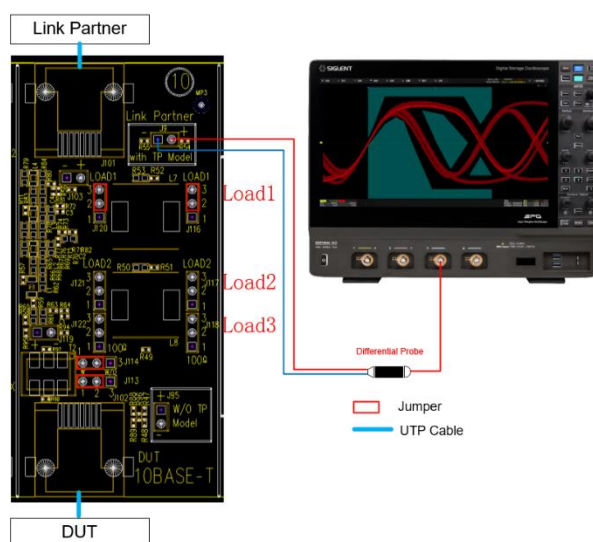
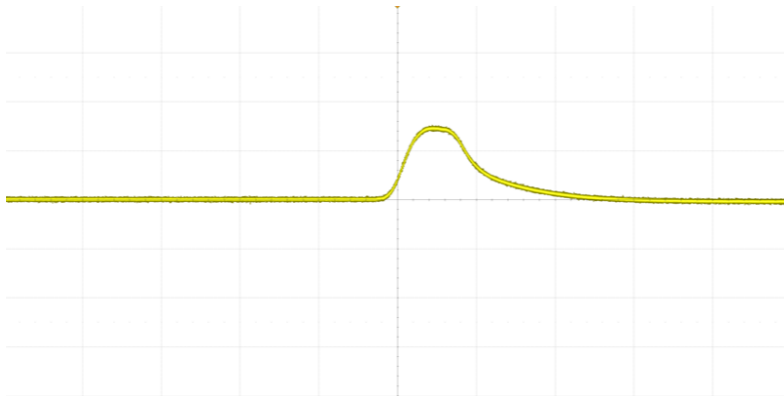
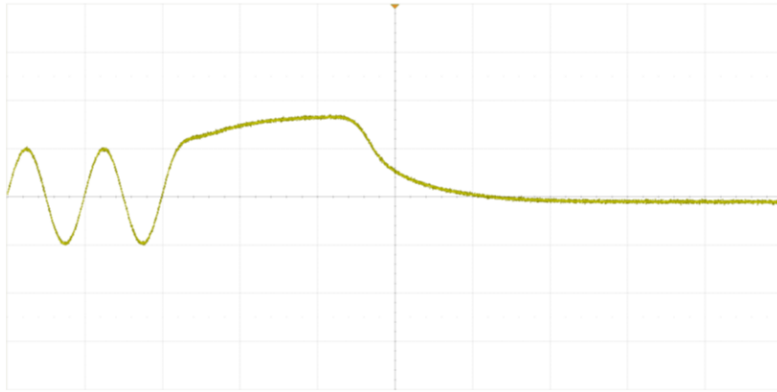

图 5-2 带 TPM 连接方式
图 6-3 带 TPM 的链路脉冲波形
图 7-2 TP_IDL 波形
带 TPM 模型下链路脉冲模板、TP_IDL 模板、MAU 模板、输出时序抖动测试项用到测试夹具的区域⑩，DUT 分别输出的链路脉冲波形、TP_IDL 波形以支持这些项目的测试，FX-ETH 测试夹具支持使用有源差分探头探测信号，使用有源差分探头的连接方式如图 5-2 所示，连接步骤为：
- (1) 短网线的一端连接到测试夹具区域⑩上的连接器 J102，另一端连接到 DUT。
- (2) 将另一根短网线的一端连接到测试夹具区域⑩上的连接器 J101，另一端连接到 Link Partner。
- (3) 将两个跳线帽分别短接测试夹具区域⑩的 J113 和 J114 的 1/2 端口，配置夹具工作在 with TP Model 模式。
- (4) 有源差分探头的一端连接到测试夹具区域⑩上的测试点 J9（with TP Model），另一端连接到示波器的一个输入通道。
- (5) 依据测试项内容选择测试负载，短接夹具区域⑩的 J116 和 J120 的 2/3 端口为测试负载 1（LOAD1），短接夹具区域⑩的 J117 和 J121 的 2/3 端口测试负载 2（LOAD2），短接夹具区域⑩的 J118 和 J122 的 2/3 端口测试负载 3（100Ω）。
测试环境连接见 5.1 章节的图 5-2，需配置 DUT 处于 10BASE-T 模式，配置 PHY 寄存器以确保输出正确的链路脉冲测试波形，带 TPM 模式的链路脉冲测试波形如图 6-3 所示。
测试环境连接见 5.1 章节的图 5-2，需配置 DUT 处于 10 BASE-T 模式，配置 PHY 寄存器以确保输出正确的随机数据波形，带 TPM 模式的 TP_IDL 测试波形如图 7-2 所示。